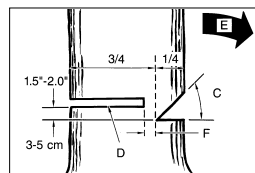

Fig. 13
ATENȚIE: Nu stați în fața unui copac care este încreștat. Efectuați tăierea (D) pe cealaltă parte a copacului ca. 3-5 cm deasupra cantului creștăturii (C) (fig. 13).